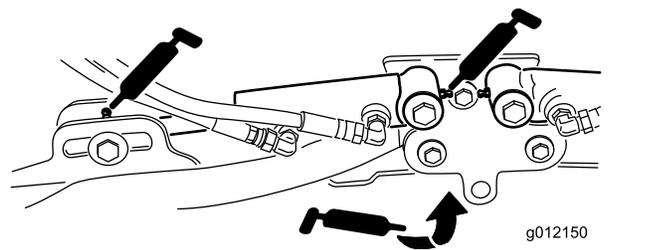

図 74
- 昇降アームのシリンダ各カッティングユニットの2ヶ所 **図 74**
- 昇降アームのピボット各アームに1ヶ所 **図 74**